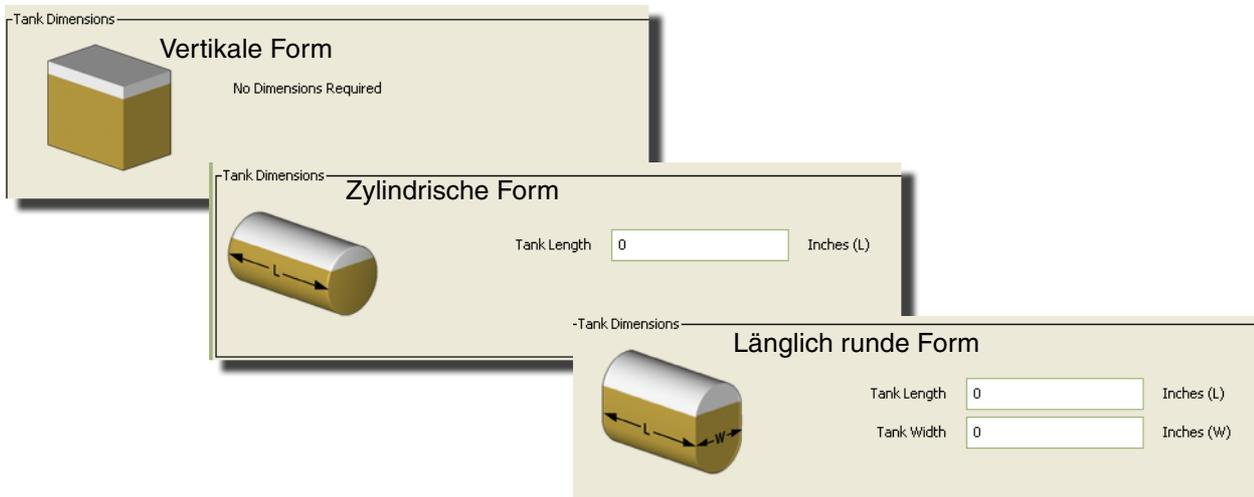

ABB. 74
- **Tankform:** Wählen Sie entweder vertikal (Standard), zylindrisch oder länglich rund. Für zylindrische und länglich runde Tanks werden weitere Abmessungsangaben benötigt (siehe ABB. 74).